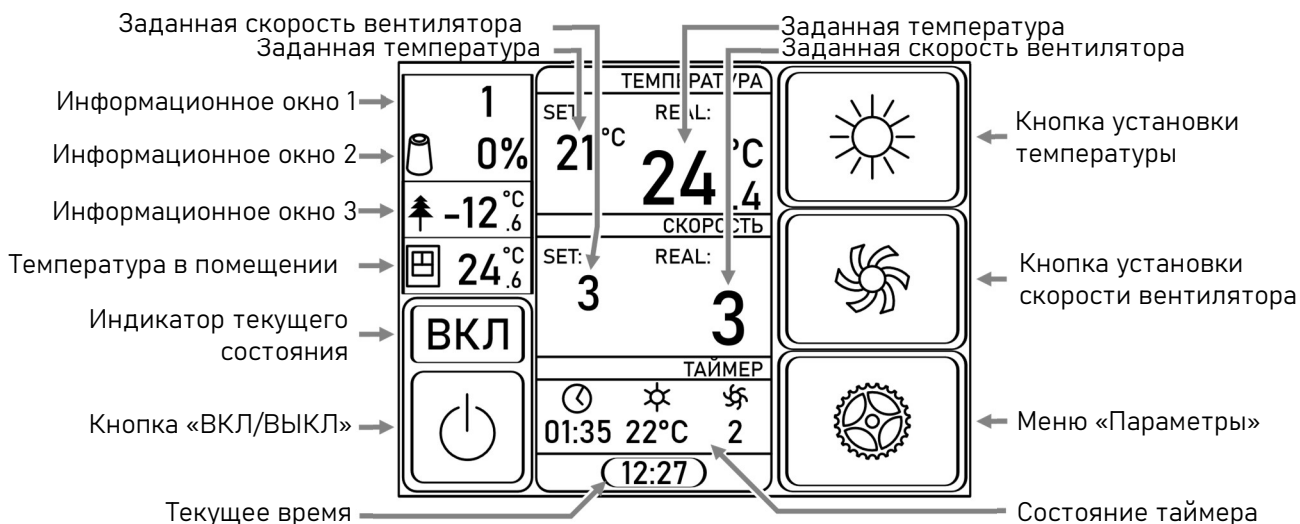
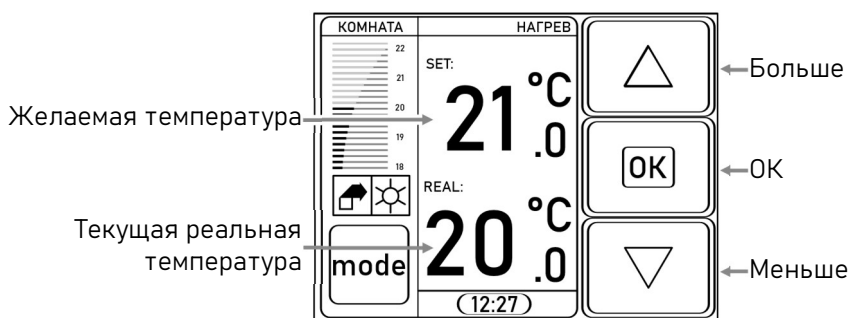
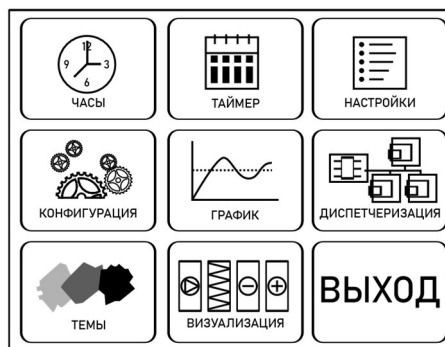
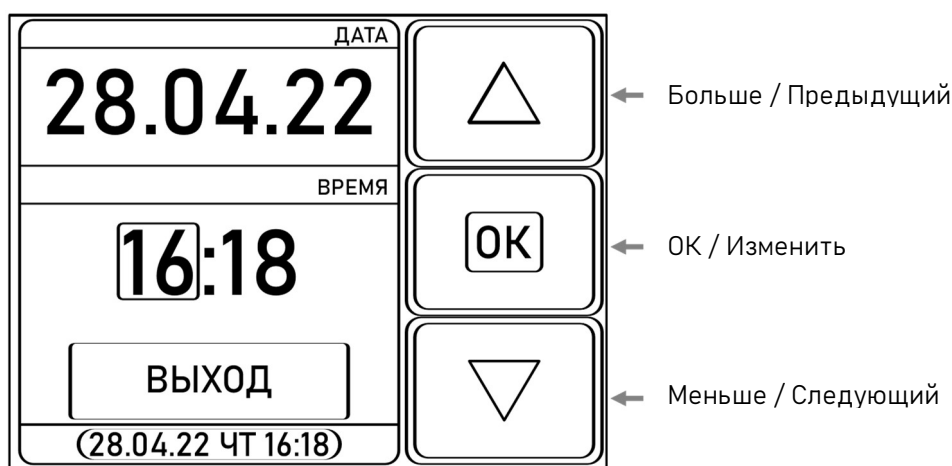

Рисунок 5 - Экран основного меню
Рисунок 6 - Экран выбора температуры
Рисунок 8 - Экран меню «Параметры»
Рисунок 9 - Экран установки текущих даты и времени
3.3.3 Для перехода в основное меню (Рисунок 5) нужно нажать на любую часть экрана.
3.3.5 Для выбора желаемой температуры приточного воздуха необходимо на экране основного меню нажать на кнопку выбора температуры (Рисунок 5). После этого на экране выбора температуры (Рисунок 6) выбрать кнопками «Больше» и «Меньше» желаемую температуру и нажать «ОК», появится экран основного меню.
3.3.6 Для выбора желаемой скорости вентилятора на экране основного меню (Рисунок 5) нужно нажать кнопку установки скорости вентилятора. В открывшемся меню установки скорости вентилятора (Рисунок 7) кнопками «Больше» и «Меньше» желаемую скорость вентилятора и нажать «ОК», появится экран основного меню.
3.3.7 Для установки текущих даты и времени в основном меню (Рисунок 5) нажмите кнопку меню «Параметры», откроется меню параметры (Рисунок 8). На нём нажмите кнопку «Часы», появится экран установки текущих даты и времени (Рисунок 9). На нем кнопками «Больше / Предыдущий» и «Меньше / Следующий» выберите значение, которое хотите изменить и нажмите «ОК / Изменить», кнопками «Больше / Предыдущий» и «Меньше / Следующий» установите желаемое значение и повторно нажмите «ОК / Изменить». Для выхода с экрана установки текущих даты и времени нажмите «ВЫХОД»
3.3.8 Для включения работы по расписанию убедитесь, что текущие дата и время установлены правильно. В основном меню (Рисунок 5) нажмите кнопку меню «Параметры», откроется меню параметры (Рисунок 8). На нём нажмите кнопку «Таймер». На экране появится меню установки таймеров (Рисунок 10). Для включения/выключения режима работы по таймеру нажмите на «ВКЛ» или «ВЫКЛ».
3.3.12 Для настройки дополнительных параметров на экране основного меню (Рисунок 5) нажмите кнопку меню «Параметры», откроется меню параметры (Рисунок 8). На нём нажмите кнопку «Настройка», откроется меню «Конфигурация пользователя» (Рисунок 15). Навигация по меню осуществляется кнопками «Вверх», «Вниз», «Ок», «ВЫХОД». Структура меню изложена в приложении А.
3.3.13 Текущее состояние установки можно увидеть в основном меню (Рисунок 5) над кнопкой «ВКЛ/ВЫКЛ». Возможные значения индикатора текущего состояния перечислены в части 1 приложения Б.
- 3.5.1 При добавлении в систему охладителя в меню выбора температуры (Рисунок 6) становится активной кнопка «MODE»
- 4.1.1 Перед началом технического обслуживания отключите установку нажав кнопку «ВКЛ / ВЫКЛ» в основном меню (Рисунок 5).